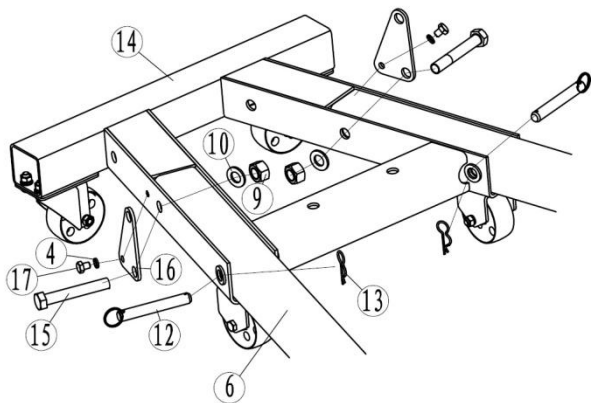

рис. 4
4.4. Вставьте опоры (6) в основание (14) и закрепите их при помощи соединяющих пластин (16), болтов (15), (17), шайб (10), гроверов (4) и гаек (9). Вставьте штифты с кольцами (12) в отверстия и зафиксируйте их стопорами (13) - рис.4.